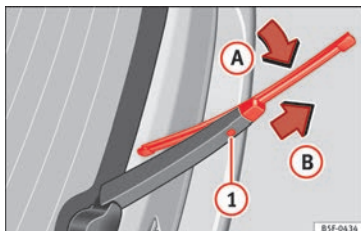

Abb. 81 Scheibenwischerblatt der Heckscheibe auswechseln.
- Wischerblatt leicht drehen » Abb. 81 (Pfeil **A**).